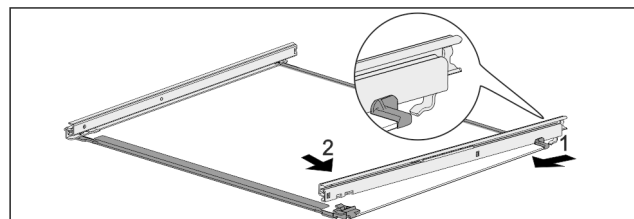

Fig. 121 Glasplatte mit Schienen
- Schiene hinten eingehaken. Fig. 121 (1)
- Schiene vorne einrasten. Fig. 121 (2)